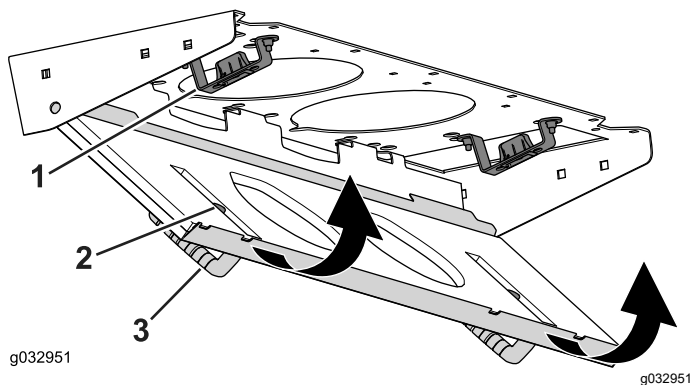

Figura 136
4. Ruotate lo schermo del filtro attorno alle alette fino a quando il fermo non si blocca nel gruppo del supporto del fermo (Figura 136).